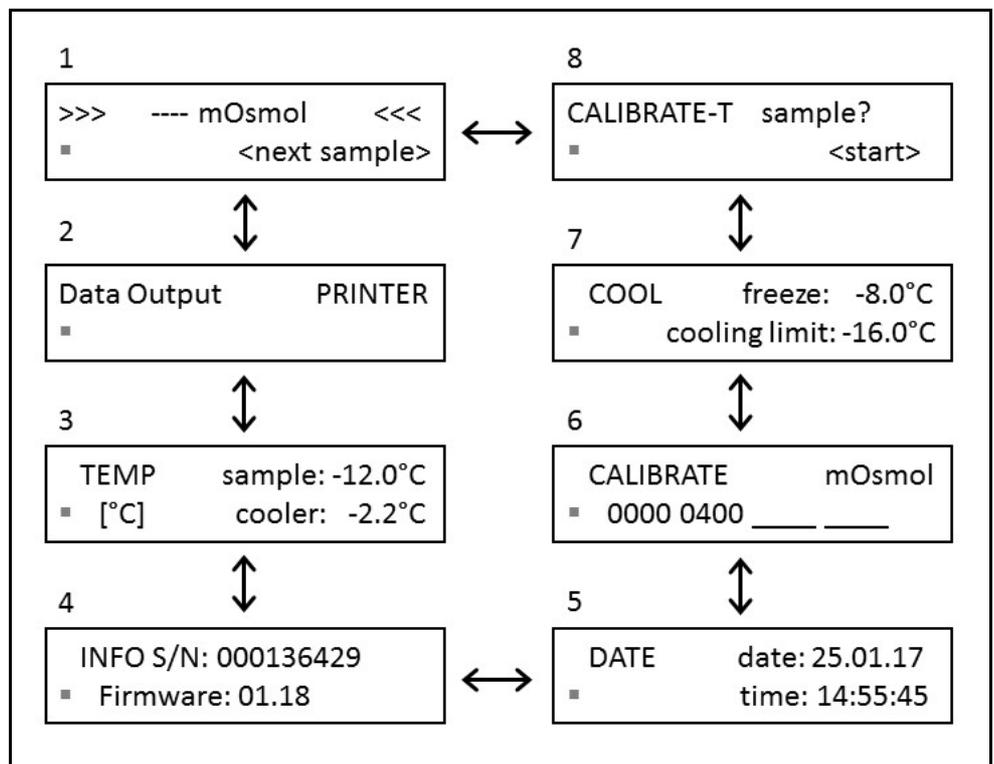

Abb. 8 Menüfolge
Nachdem der Selbsttest abgeschlossen ist, wird auf dem Display der Bildschirm für Messungen angezeigt (s. Abb. 8 Bildschirm 1). Der Cursor steht auf dem Rautenfeld. Von hier gelangen Sie, wie in Abb. 8 gezeigt, zu den jeweiligen Menüpunkten.
1. Wählen Sie CALIBRATE-T im Menü des Osmometers aus (Bildschirm 8 Abb. 8).
- Änderung der Temperatureinstellungen (s. Abb. 8 Bildschirm 7)
1. Um Messungen durchzuführen, wählen Sie mithilfe der Pfeiltasten ▲ ▼ den Bildschirm 1 (Abb.8) aus und drücken die <START> Taste. Während der laufenden Messung wird die aktuelle Temperatur und die abgelaufene Zeit angezeigt: